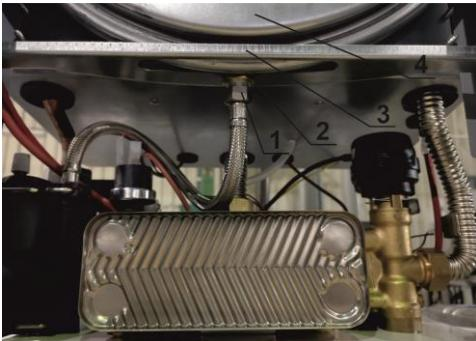

Рис. 23. Демонтаж трубы расширительного бака
- 3) ключом на 22 отвернуть гайку 1 (см. Рис. 23) трубы расширительного бака 4;